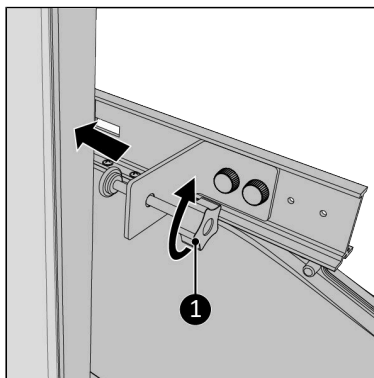

Figura 65.
16. Înșurubați cu grijă șurubul de fixare pe rama ferestrei (Figura 65, nt. 1).